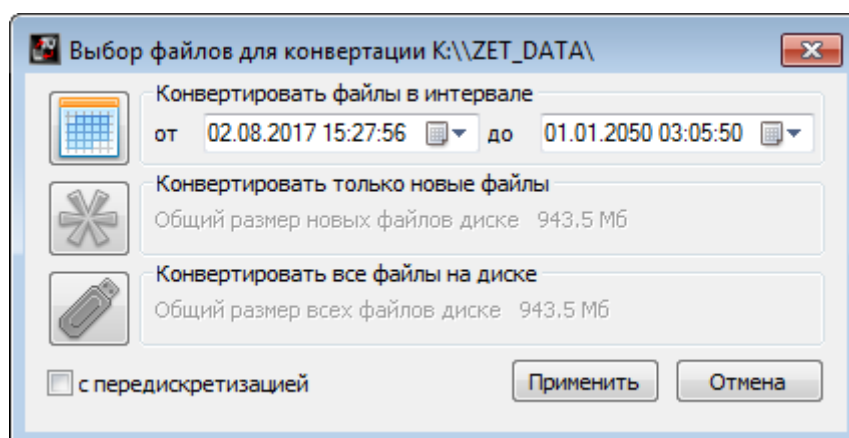

Рис. 3.1 Программа конвертации файлов
3. На компьютере автоматически запустится программа «Выбор файлов для конвертации с диска». Данная программа предназначена для копирования и конвертации файлов с внутренней памяти регистратора на компьютер в формате ПО «ZETTrends» (Рис. 3.1).